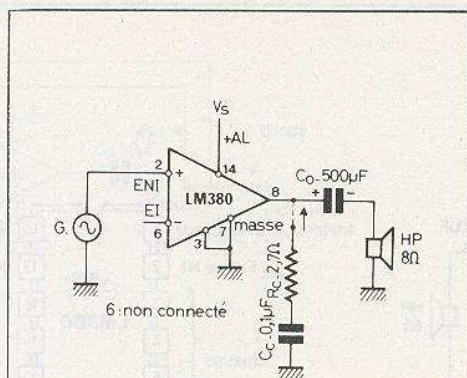
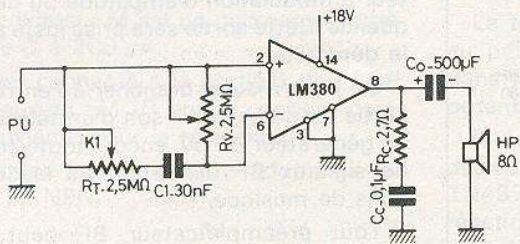

Fig. 5
Fig. 7
À la figure 5 on donne le schéma du montage amplificateur de puissance, à un seul composant extérieur, le condensateur C_0 disposé entre la sortie du CI et le haut-parleur. Le LM 380 possède deux entrées, l'une inverseuse EI, à la broche 2 et l'autre non inverseuse à la broche 6.
Les brochages indiqués sur les figures 5 et 6 et suivantes sont valables pour le LM 380 monté dans le boîtier à 14 broches Dual In Line, dont nous donnons le détail à la figure 7 (A).